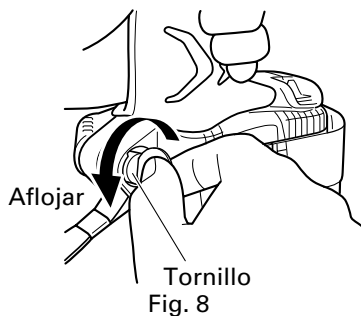

Fig. 8
(2) Cambio de la posición del gancho
- Sujete firmemente la unidad principal y saque el tornillo usando un destornillador de cabeza ranurada o una moneda. (Fig. 8)
- Instale el gancho y el resorte en el otro lateral y asegure firmemente con el tornillo. (Fig. 8)